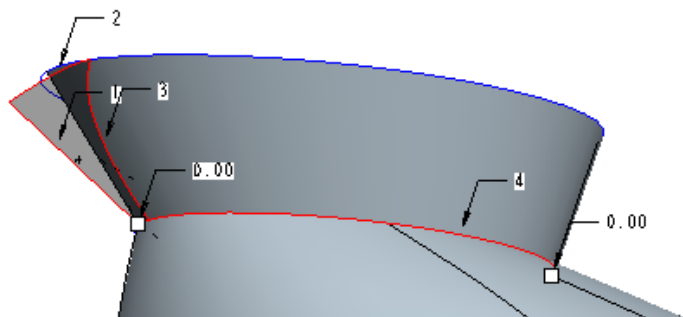

图 5-87 选择自由表面上的曲线
- 在“曲面”组中单击“曲面”按钮，打开“造型：曲面”操控板。按住【Ctrl】键，在模型中按照顺序选取如图 5-87 所示的 4 条曲线作为主曲线，单击“确定”按钮，创建自由曲面。